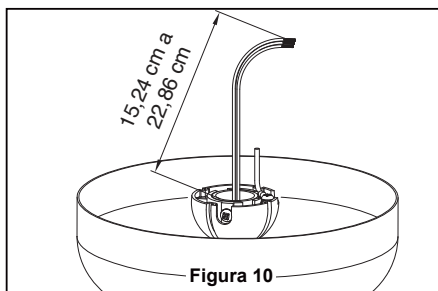

Figura 10
- ☐ 10. Corte el exceso de cable aproximadamente de 15 a 23 cm (6 a 9 pulgadas) por encima de la parte superior del barral. Pele 1,2 cm (1/2") del aislamiento en cada extremo del cable. (Figura 10)